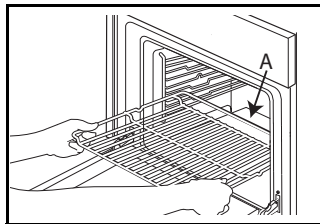

Fig. 1
12. Inserire la griglia orizzontalmente, con la parte rialzata "A" orientata verso l'alto (Fig. 1).